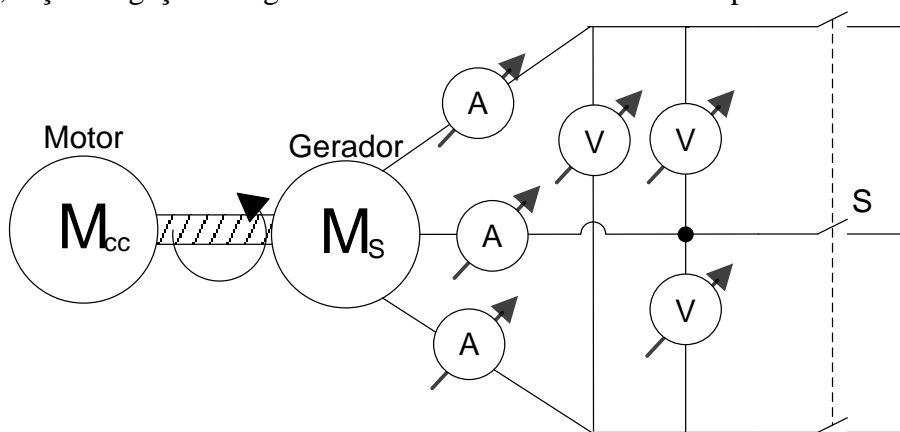

Figura 02 - Ligação do Gerador Síncrono para os ensaios a vazio e de curto circuito
- Ainda no circuito da Figura 02, fazer $i_f = 0$ do gerador;